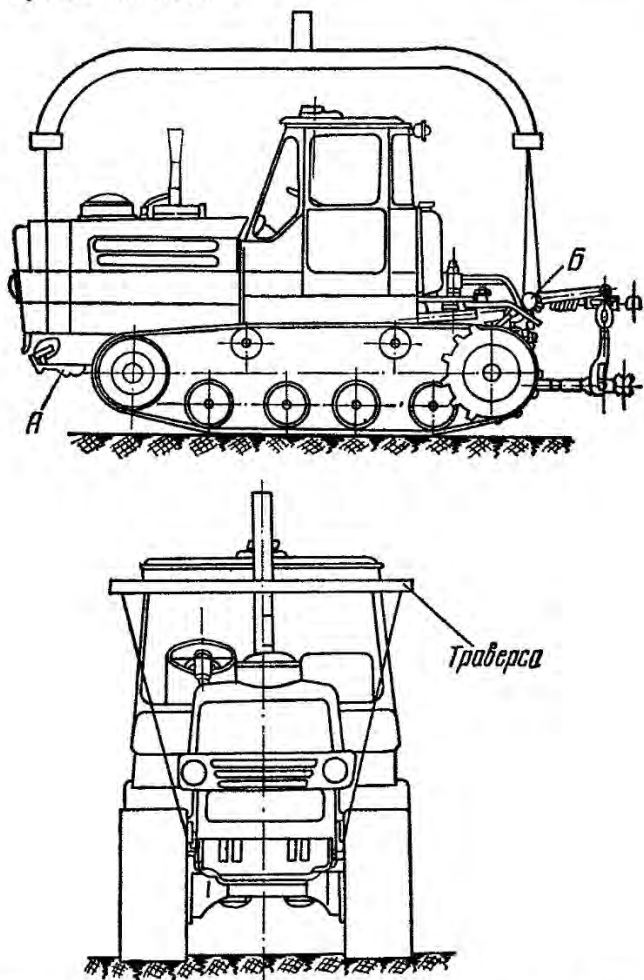

Рис. 12. Схема зачаливания гусеничного трактора при перемещении его грузоподъемными средствами.
3. Чтобы зачалить переднюю часть гусеничного трактора, трос подводится под передний брус, между двумя его выступами, в месте А (рис. 12) и закрепляется к специальной траверсе, обеспечивающей предохранение обшивки трактора от повреждений тросом.